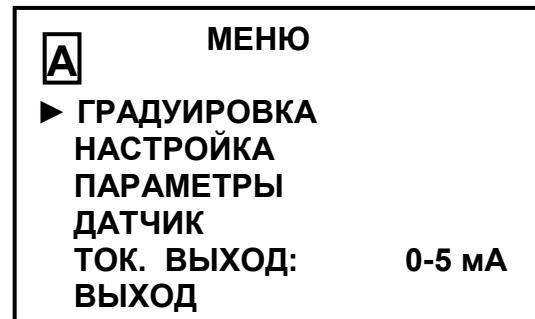

Рисунок 1.10
1.5.5.3 Работа с экранным МЕНЮ [А] и МЕНЮ [В] (рисунок 1.10)